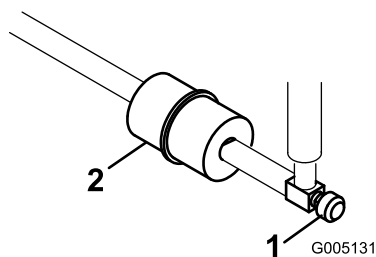

Figura 44
El tubo de combustible lleva incorporado un filtro en línea entre el depósito de combustible y el carburador (Figura 44).
1. Cierre la válvula de cierre de combustible, afloje la abrazadera en el lado del carburador del filtro y retire el tubo de combustible del filtro (Figura 44).
2. Coloque un recipiente debajo del filtro, afloje la otra abrazadera y retire el filtro (Figura 44).